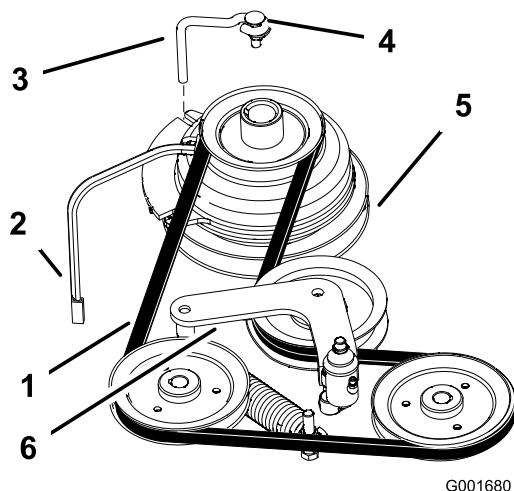

Figura 47
2. Retire el perno del tope del embrague y desconecte el cable eléctrico del embrague (Figura 47).
4. Retire la correa de tracción de las poleas del motor y de la bomba hidráulica (Figura 47).
5. Instale la correa nueva alrededor de las poleas del motor y de la bomba hidráulica (Figura 47).
7. Libere la presión en la polea tensora tensada con muelle (Figura 47).